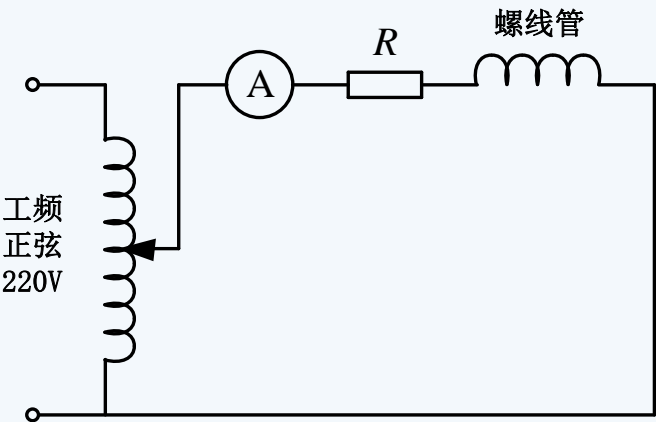

图1 实验电路接线图
1.实测任务：按照图1连接电路，调节调压器的输出电压，使电流表的读数为0.5A。